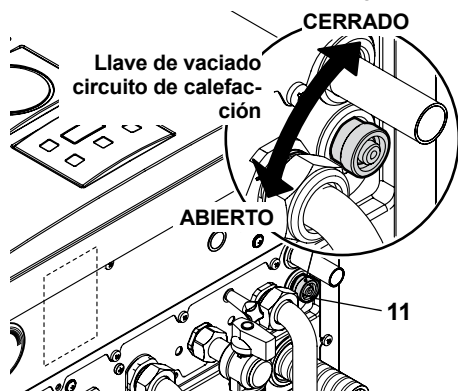

Figura 9.6
- Afloje la llave de vaciado del circuito de calefacción 11 indicada en la Figura 9.6